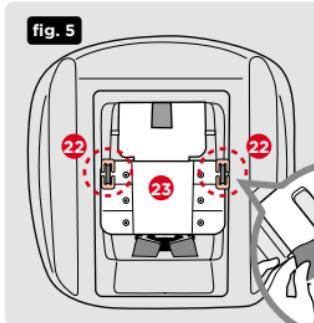

fig. 5
6. Da parte inferior da cadeira, procure as placas de retenção correias do arnês (22) e puxando da cinta, levá-la para o exterior e remova a placa (fig. 5).